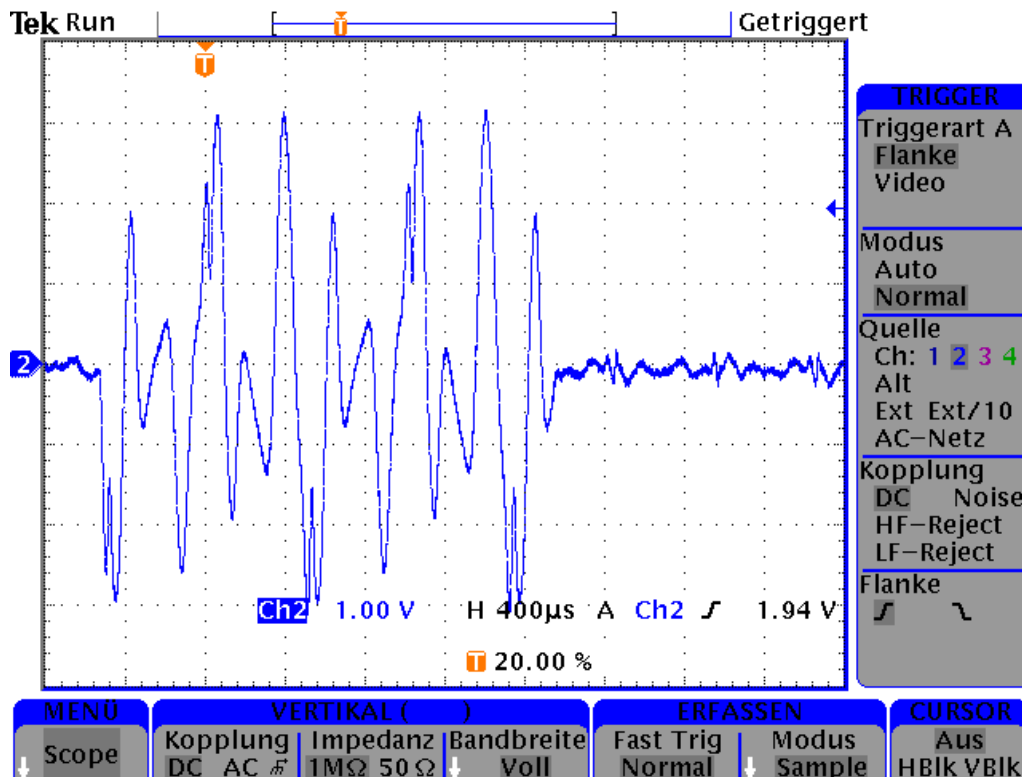
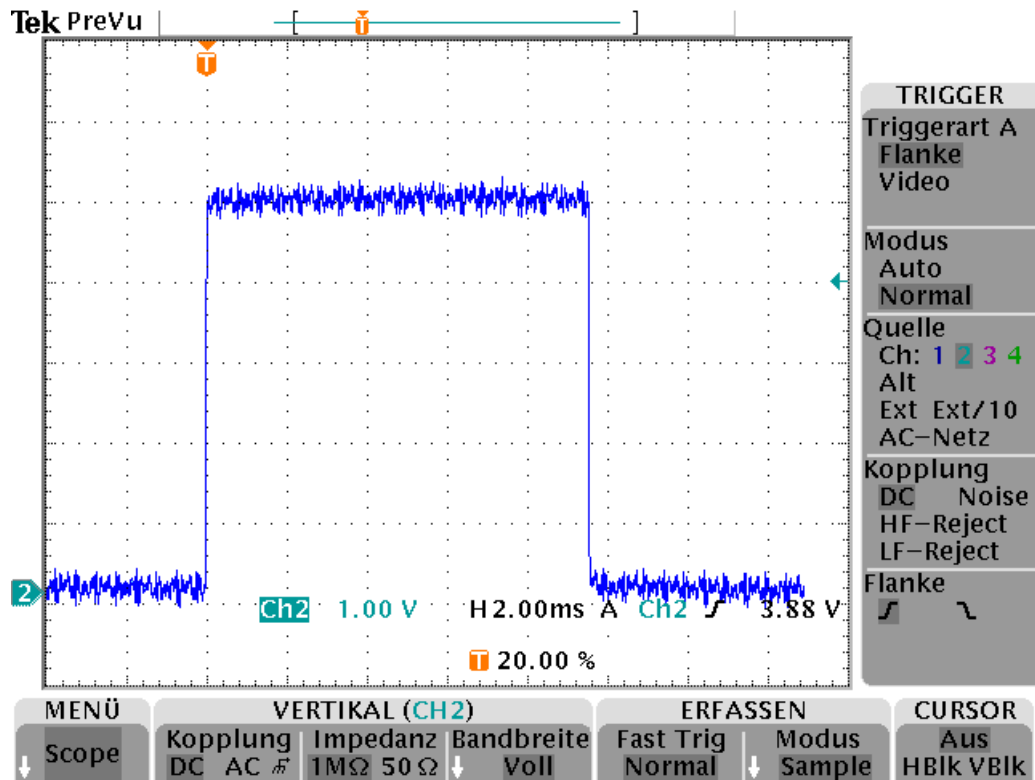

Abb. 2 Modulations-Störung während der Datenaufnahme der Störkorrektur-Einrichtung
Abb. 3 Testpuls
14. Wenn in diesem Betriebszustand an der Hand-Steuerbox RANGE weiter aufgedreht wird (bis RANGE Nr. 7/300 μ A), triggert und zeigt das Oszilloskop bei pos. Triggerpegel plötzlich nicht nur den Testpuls (s. **Abb. 3**), sondern abwechselnd auch etwa 2 Perioden der unkorrigierten Modulations-Störung (ca. 1 kHz, s. **Abb. 2**) – dies ist völlig normal, und kann auf Wunsch durch einen entsprechend höher eingestellten Triggerpegel wieder ausgeblendet werden. Der Testpuls ist übrigens durch Drücken der TEST-Taste im LOCAL-Betrieb abschaltbar.